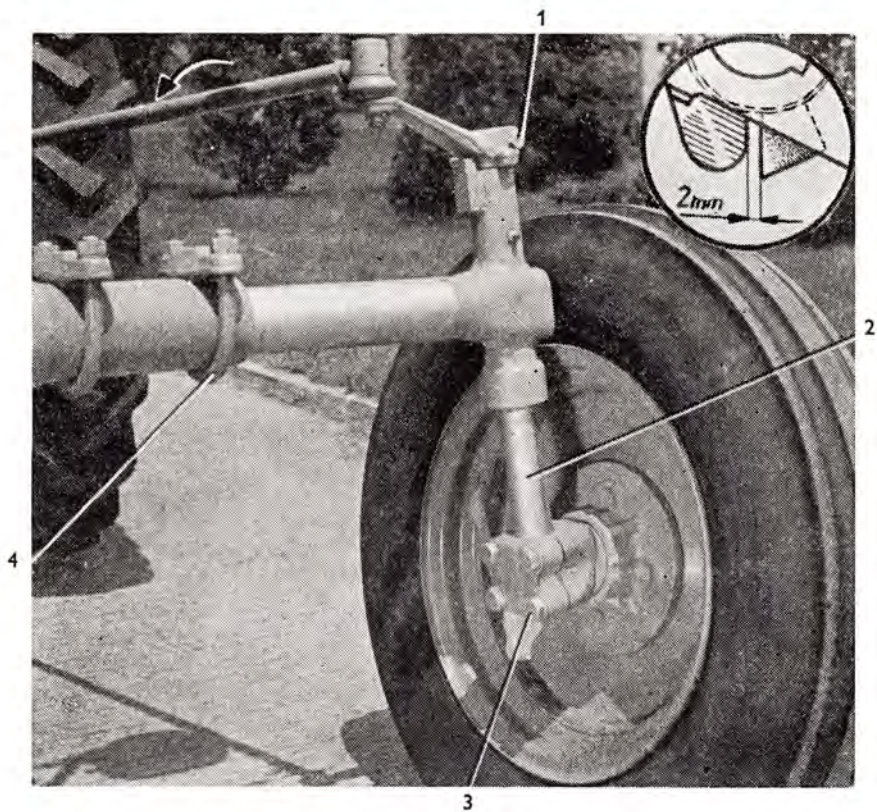
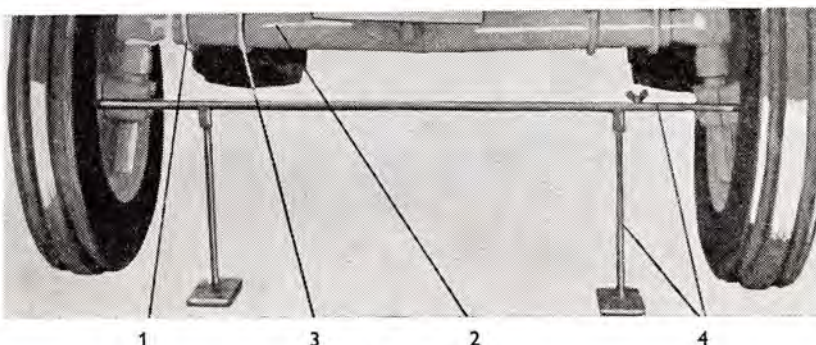

Abb. 67
Abb. 69
6. Die Mutter M 10 (Abb. 67/1) ist von der Abziehschraube des Lenkhebels abzuschrauben, die Schraube zu entfernen, der Hebel abzuziehen; der Keil und der Achsschenkelbolzen (Abb. 67/2) der Vorderachse ist in Richtung nach unten herauszuschlagen.
7. Vier Schrauben M 14×1,5×50 8G (Abb. 67/3) sind zu entsichern und auszuschrauben; dadurch wird der Drehbolzen gelockert.
2. Die äusseren Bügel (Abb. 67/4) sind durch Abschrauben von vier Muttern M 14×1,5 abzumontieren und die Bügel sind von der Vorderachse abzuschlagen.
5. Mit Hilfe einer Spezialvorrichtung (Einstellstange und zwei Ständer — Abb. 69) ist die vorgeschriebene Vorspur 6 ± 4 mm einzustellen. Die Einstellung wird durch Drehen der Lenkzugstangen (Abb. 67) durchgeführt, die auf beiden Seiten gleichmässig ein- oder ausgeschraubt werden müssen, z. B. um 2 bis 3 Gewindegänge.
6. Der Anschlag der Anschlagstücke ist zu kontrollieren. (Beim Schlepper mit abgedecktem Ansatz sind die Anschlagstücke innen im Lenkhebel angeordnet und der Anschlag ist durch die Konstruktion gegeben.) Die Kontrolle ist nachfolgend durchzuführen: Die Räder sind so in den maximalen Lenkungsanschlag zu stellen, bis am Innenrad die Anschlagstücke aufeinander aufsitzen. In dieser Stellung müssen die Anschlagstücke am Aussenrad ein Spiel von 2 mm aufweisen (Abb. 67).
Durch Drehen der Lenkzugstange (Abb. 67) zum Kurbelgehäuse wird die Lenkung verkürzt, d. h. die Vorspur der Räder wird vergrössert.